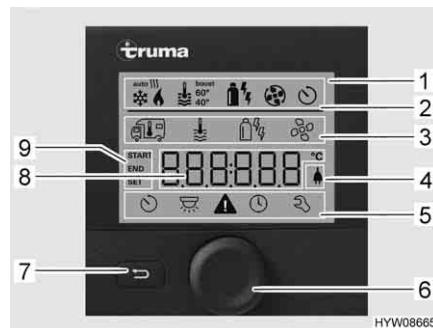
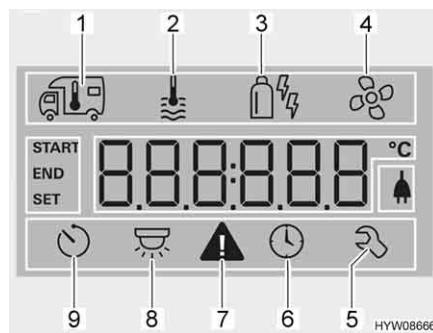

Bild 58 Bedieneinheit mit Anzeigen
Bild 59 Display
- Statuszeile (Bild 58,2)
- obere Menüzeile (Bild 58,3)
- Anzeigebereich (Bild 58,8)
- untere Menüzeile (Bild 58,5)
- Dreh-/Drückknopf (Bild 58,6) ca. 3 Sekunden lang drücken. Die beiden Menüzeilen (Bild 58,3 und Bild 58,5) werden angezeigt. Das erste Symbol blinkt.
- Dreh-/Drückknopf (Bild 58,6) drehen, bis das gewünschte Menüsymbol blinkt.
- Dreh-/Drückknopf drücken, um den eingestellten Wert zu speichern. Wenn der ursprünglich eingestellte Wert doch nicht verändert werden soll: Zurück-Taste (Bild 58,7) drücken.
- Dreh-/Drückknopf (Bild 58,6) drehen, bis Menüsymbol Heizung (Bild 59,1) blinkt.
- Dreh-/Drückknopf drücken, um den eingestellten Wert zu speichern. Das Symbol in der Statuszeile (Bild 58,2) blinkt, bis die eingestellte Raumtemperatur erreicht ist. Wenn der ursprünglich eingestellte Wert doch nicht verändert werden soll: Zurück-Taste (Bild 58,7) drücken.
- Dreh-/Drückknopf (Bild 58,6) drehen, bis Menüsymbol Gebläse (Bild 59,4) blinkt.
- Dreh-/Drückknopf (Bild 58,6) drehen, bis Menüsymbol Zeitschaltuhr (Bild 59,6) blinkt.
- Dreh-/Drückknopf drücken. Die Zeitschaltuhr ist aktiviert. Das Symbol Zeitschaltuhr (Bild 59,6) blinkt, wenn die Zeitschaltuhr programmiert und aktiv ist.
Bei einer Warnung blinkt das Warnsymbol (Bild 59,7). Die Heizung läuft weiter. Wenn es sich nur um eine zeitweilige Störung handelt, erlischt das Warnsymbol selbstständig.